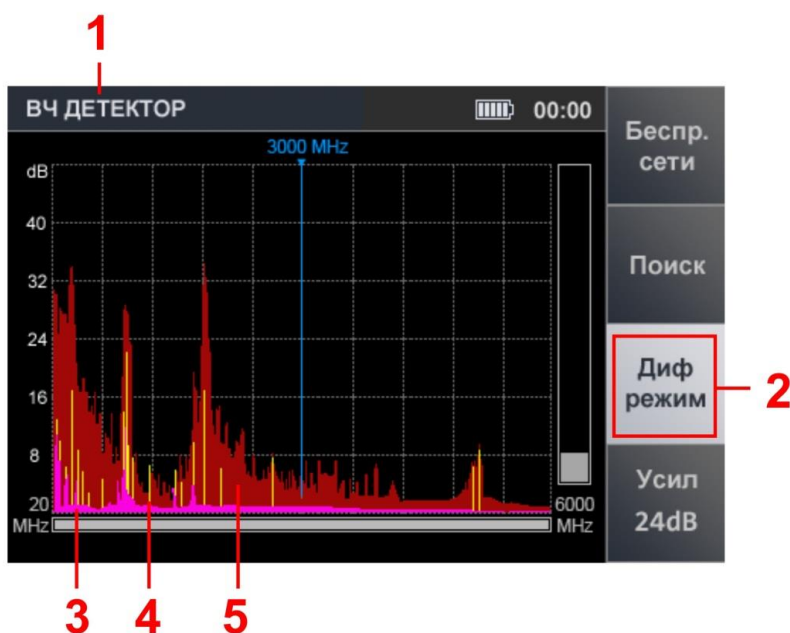

Рис.11
Экран прибора после включения ДИФФЕРЕНЦИАЛЬНОГО режима представлен на рис.11.
**Цифрами на рис.11 обозначено:**